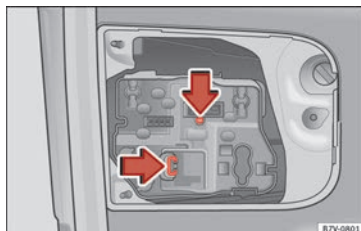

Abb. 111 In der Heckklappe: Lampenträger herausnehmen.
4. Verriegelungslaschen in Pfeilrichtung drücken » **Abb. 111** und Lampenhalter herausnehmen.